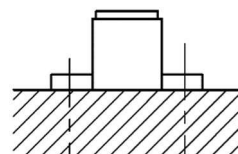

図3
- 本製品は、その取付け状態により周波数特性が変化することがあります。被測定物と完全密着した取付けが理想的であり、変換器に曲げやねじりなどの外力が加わるような取付けは避けてください。図3のように変換器底面を被測定物に密着させてください。